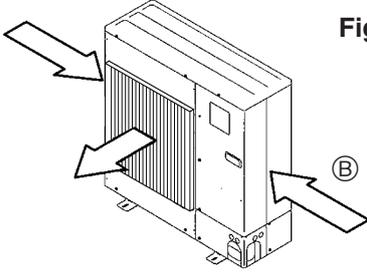

Fig. 2-5
- ③ Ünite konumunu, mümkünse, hava çıkışından gelen havanın, mevsimsel rüzgarlarının yönüne dik gelmesini sağlayacak şekilde seçin. (Fig. 2-5)